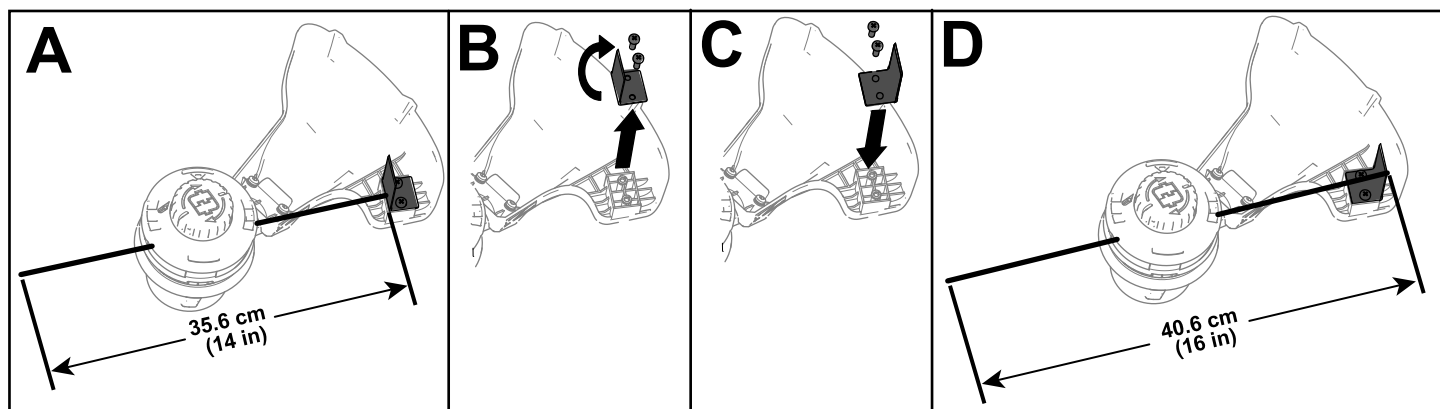

Figura 15
La desbrozadora viene de fábrica con una anchura de corte de 36.6 cm (14"), como se muestra en la Figura 15, A. Consulte las siguientes instrucciones para ajustar la anchura de corte a 40.6 cm (16"), como se muestra en la Figura 15, D.
1. Retire la pletina de anchura de corte de la parte inferior del protector retirando los 2 tornillos que la sujetan con la llave allen suministrada (Figura 15, B) y gire la pletina de anchura de corte 180°.
2. Instale la pletina de anchura de corte girada en el protector usando los 2 tornillos que retiró anteriormente (Figura 15, C).